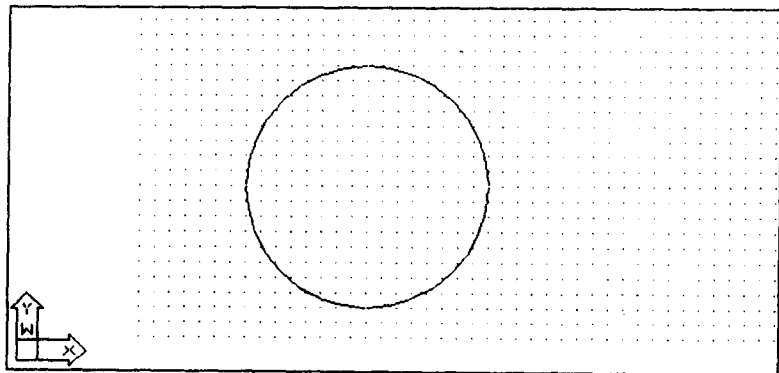

图 1-2-2 闹钟轮廓
(1) 选择“文件”菜单中的“新建”命令或单击工具条上的  图标，在弹出的新建文件对话框中直接单击“确定”，进入 AutoCAD 的绘图主界面。
(2) 为作图方便，我们打开栅格功能和捕捉功能。从命令行输入 `grid` 栅格命令，系统询问是要打开或关闭栅格功能，还是要设置栅格的间距。输入 `on`，回车确认后绘图区域中出现栅格。从命令行输入 `snap` 捕捉命令，系统询问是要打开或关闭捕捉功能，还是要设置鼠标捕捉的间距。输入 `on`，回车确认后鼠标捕捉功能便打开了。
(3) 绘制闹钟的圆形轮廓。单击工具条上的圆形图标或直接从命令行输入圆形绘制命令 `circle`。系统提示输入圆形的圆心坐标，把鼠标移动到坐标 (150, 100) 附近单击确定出现圆心。系统继续询问圆形半径，从命令行输入 80，回车确认。闹钟的轮廓就绘制出来了，如图 1-2-2 所示。